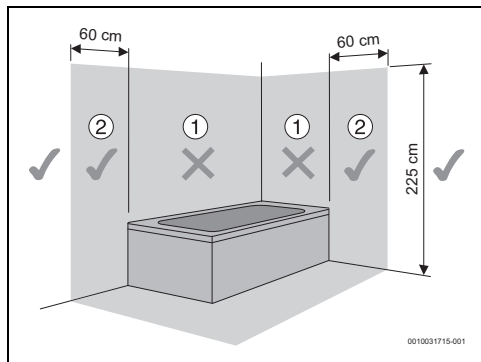

Fig. 8 Zona di sicurezza
- Inserire una valvola di sicurezza nel raccordo dell'acqua fredda dello scaldacqua (fig. 8) - installato in conformità a UNI EN 1487 e s.m.i..